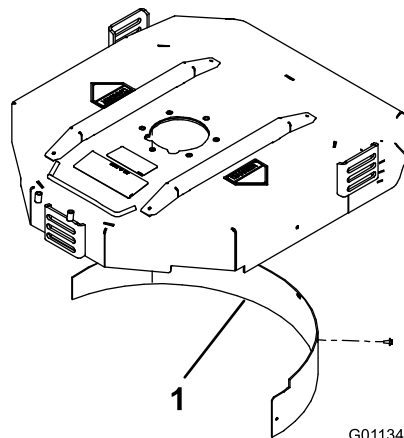

Рисунок 8
2. Установите дефлектор для мульчирования в отверстие задней стенки корпуса и закрепите его пятью болтами с фланцевой головкой (Рисунок 8).